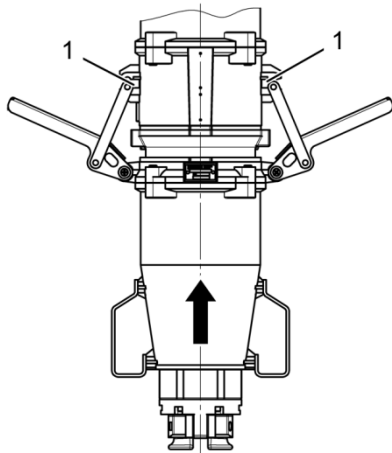

Abb. 60: Verschlusshebel einhaken
2. Verschlusshebel des Steckers an der Rille der Dose einhaken (Abb. 60/1).